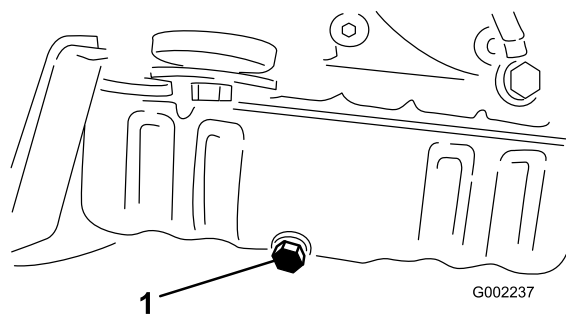

Figure 41
5. Enlevez le bouchon de vidange (Figure 41).